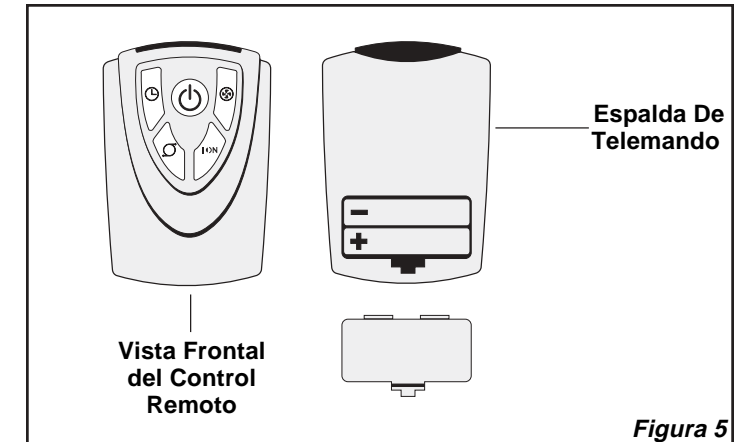

Figura 5
Este Ventilador podrá hacerse funcionar mediante los controles manuales ubicados en la parte superior de la unidad (como se indica en la **Figura 4**) o con el Control Remoto (como se indica en la **Figura 5**)
1. Instale las dos baterías "AAA" que vienen con el equipo, como se indica en la **Figura 5**.